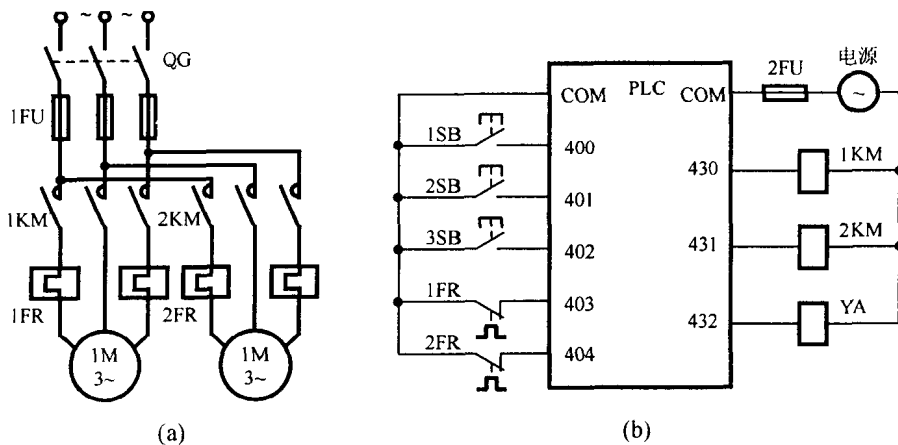

图 9.4 电动机主电路与 PLC 安装图
(3) 电动机的主电路与 PLC 的安装图分别如图 9.4(a)和(b)所示。